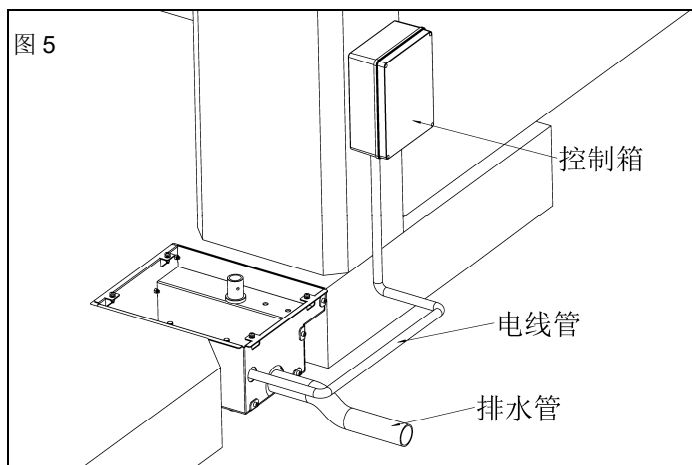

图 5
- 灌注水泥前，在机箱的排水孔(图5)安装一条管径40mm以上的塑料排污管。排污管通到就近的下水道；
- 用管径约20mm的线管连接机箱和控制箱（图5）。